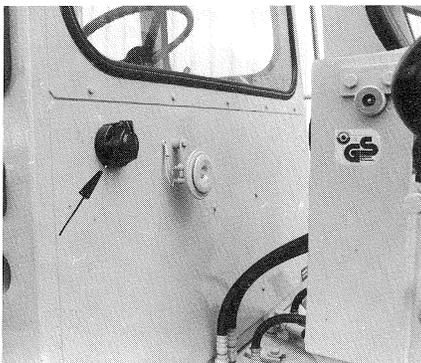

Bild 11
- Die Schaufelschneide ggf. Schaufelzähne mit dem Schaufelschutz abdecken. Die elektrische Anlage vom Schaufelschutz mit der Steckdose am Hinterwagen (Bild 11/Pfeil) verbinden und eine Funktionskontrolle der Blinkbegrenzungsleuchten durchführen.